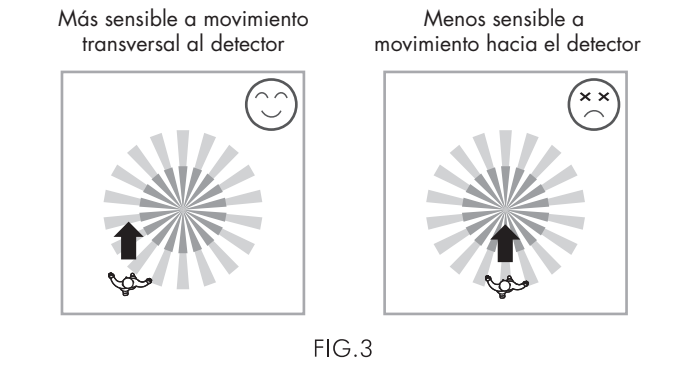

FIG.3
3.1.2 Preste atención a la dirección de movimiento cuando pruebe el funcionamiento del detector. Es más sensible a detectar movimiento transversal que cuando se dirige directamente hacia él (esto reduce el alcance del detector, ver FIG.3)